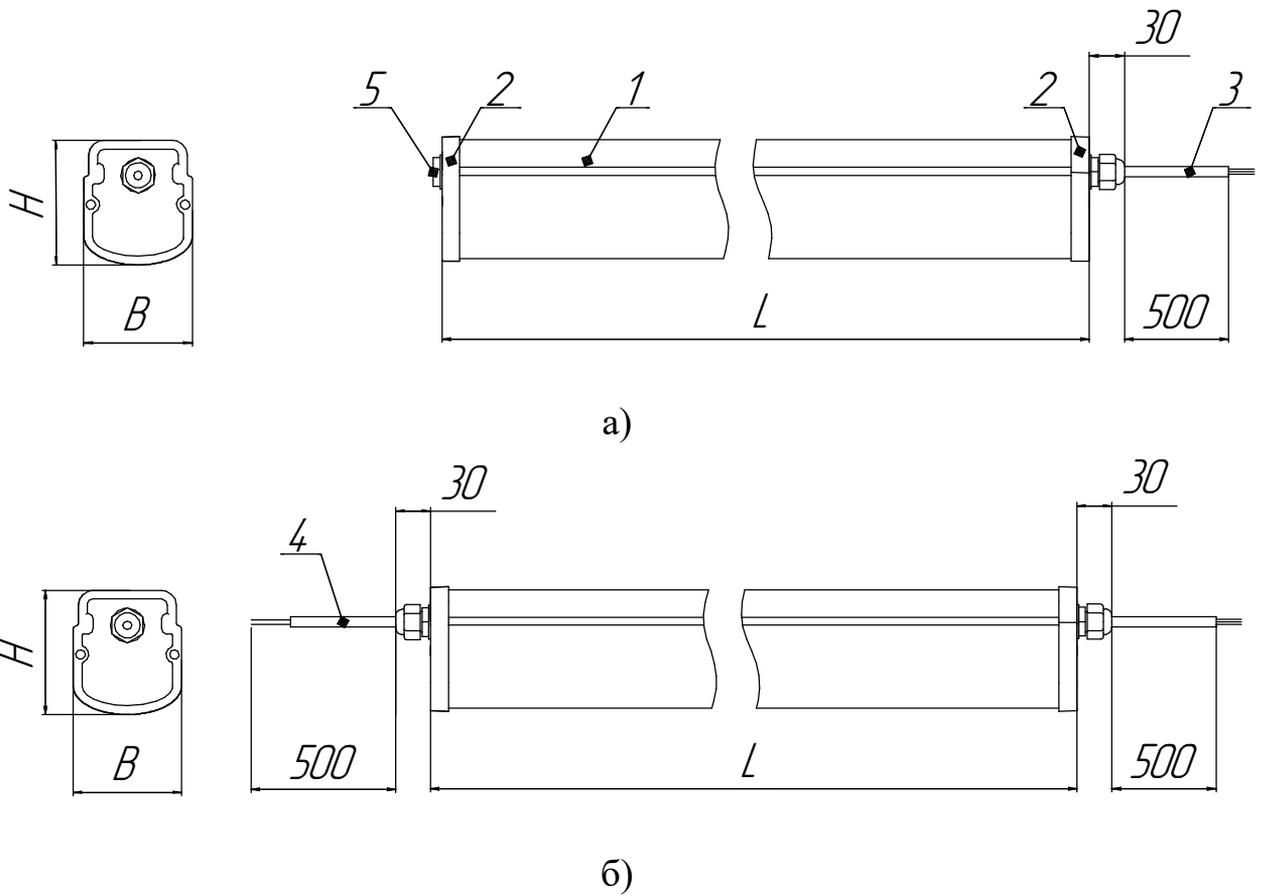

Рисунок 1 - Общий вид светильников серии ДСП52 Optima EM
5.7 В светильниках присутствует ручное тестирование аварийного режима. Выключите светильник. Нажмите кнопку на торце светового прибора (см. рисунок 1а, поз. 5). Источник питания светильника переключится в аварийный режим, напряжение на светодиодные модули будет подаваться от аккумулятора. Для возврата в рабочий режим, отпустите кнопку ручного тестирования.